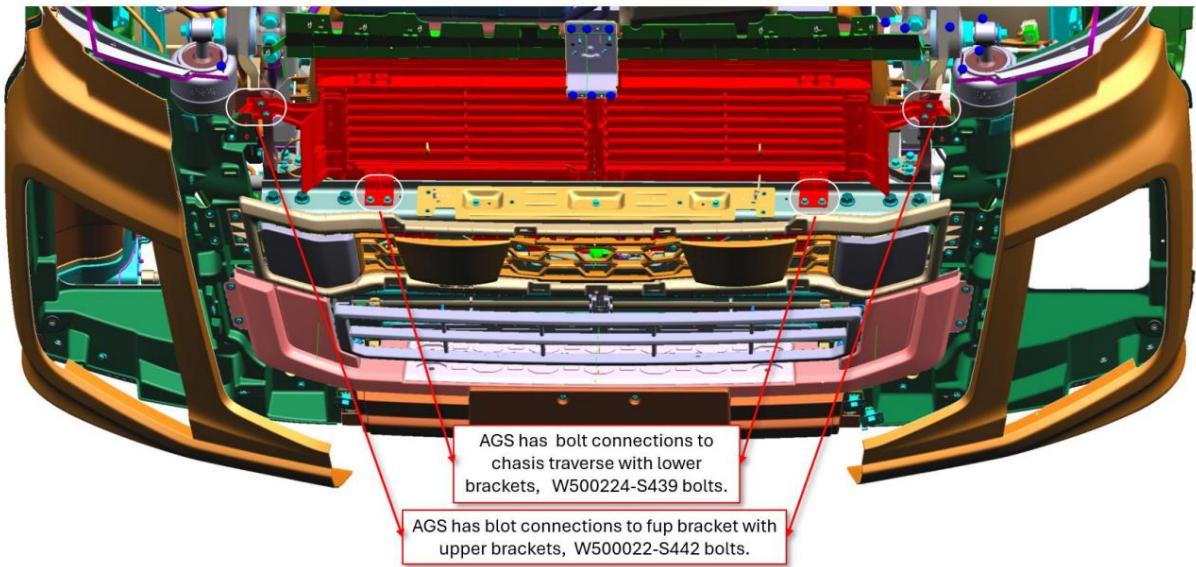

Figure 21 : Positions des supports et schéma de montage pour l'AGS supérieur
26. Serrez les 4 boulons W500224-S439 et W500022-S442 de l'AGS supérieur SC46-8475-AC à l'aide d'une clé dynamométrique de 25 Nm. Après serrage, marquez au stylo jaune. (Figure 21)